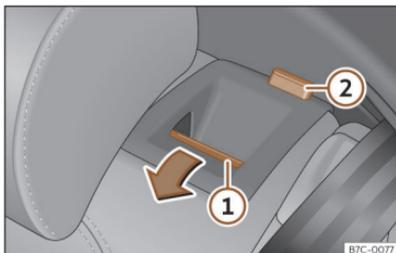

Abb. 90 Rücksitz: Rücksitzlehne vorklappen.
- Entriegelungstaste >>> (Abb. 90) ① nach vorn drücken und gleichzeitig die Rückenlehne umklappen. Die Rücksitzlehne ist entriegelt, wenn die rote Markierung des Tasters ② sichtbar ist.